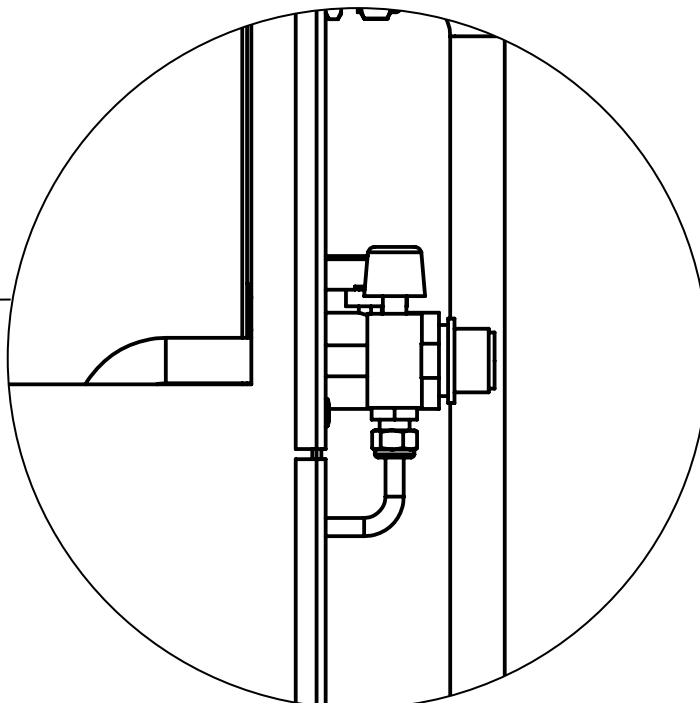

Рис. 2
Если на дисплее появляется код неисправности **E04**, это значит, что давление в системе отопления слишком низкое (сработал датчик давления воды в контуре отопления). При этом необходимо подпитать котел с помощью крана заполнения (рис. 2). Код неисправности **E04** появляется на дисплее котла, когда давление опускается ниже 0,4 бар и автоматически исчезает, как только давление поднимается выше уровня 1 бар. Давление в холодной системе отопления должно быть 1÷1,3 бар.
- открутить кран заполнения системы (рис. 2) движением против часовой стрелки с целью поступления воды в систему;